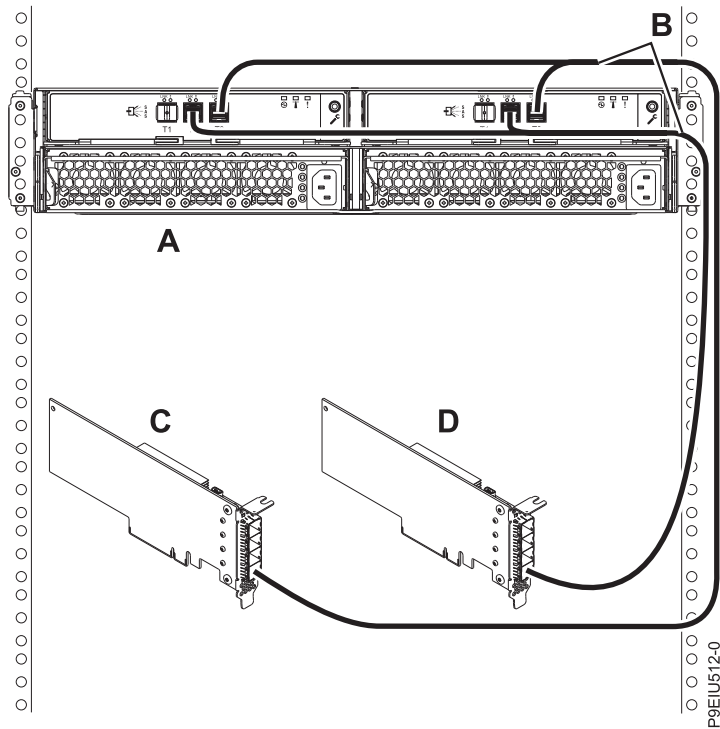

図 17. 2 つの独立した FC EJ0J または FC EJ0M の SAS アダプターへの YO12 ケーブルを使用した、1 台の ESLL ストレージ・エンクロージャーまたは ESLS ストレージ・エンクロージャーのモード 2 接続
17. 20 ページの図 17に示すように、2 つの独立した FC EJ0J または FC EJ0M の SAS アダプター (C および D) への YO12 ケーブル (B) を使用して 1 台のエンクロージャー (A) のモード 2 接続を行います。次に、23 ページの『ケーブルと電源コードの接続およびカバーの取り付け』に進みます。